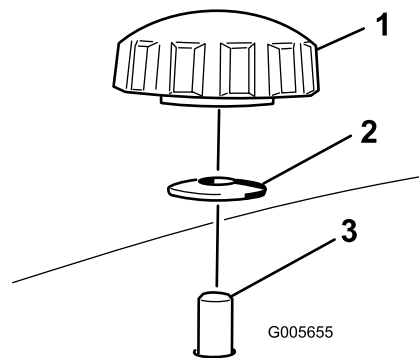
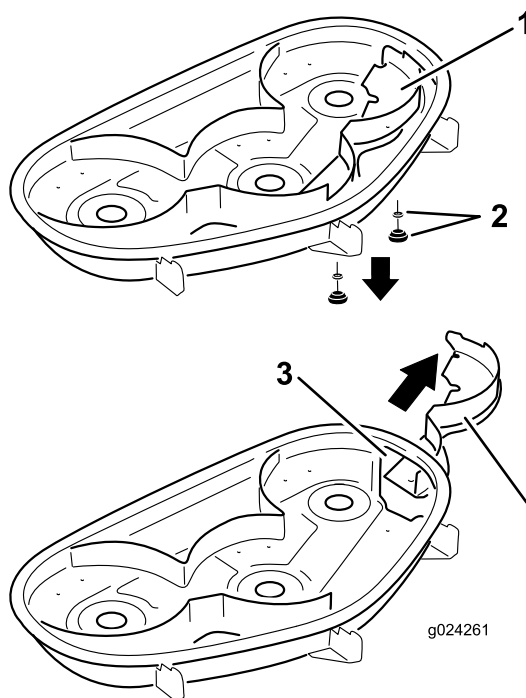

Figura 27
Figura 28
4. Togliete le 2 manopole e le rondelle curve che fissano il diaframma destro al tosaerba (Figura 27).
5. Togliete il diaframma destro e abbassate il deflettore dell'erba sull'apertura di scarico come illustrato nella Figura 27 e Figura 28.
5. Infilate il diaframma destro sotto il piatto di taglio e fissate utilizzando le 2 manopole e le rondelle curve (lato concavo verso il tosaerba) come illustrato nella Figura 27 e Figura 28.